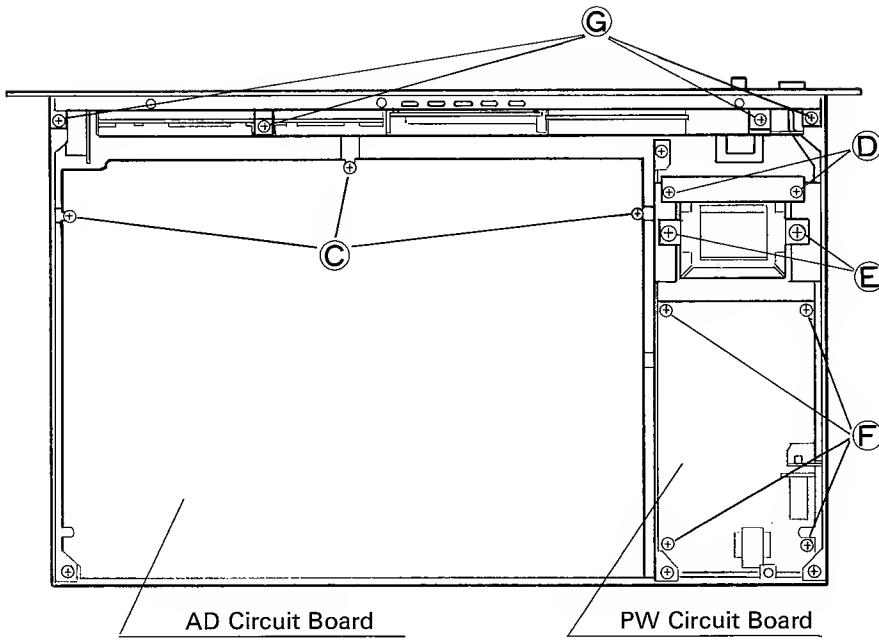

Fig. 3
(Refer to Fig. 3)
(Fig. 3 参照)
3. Removal of PW circuit board (Refer to Fig. 3)
- Remove the 2 screws ① (3×8 bind head screw). and remove the shield plate.
- Remove the 2 screws ② (4×6 bind head screw).
- Remove the 4 screws ③, (3×8 bind head screw) and take the PW circuit board out of the unit.
- Remove the 4 screws ④ (3×8 bind head screw).
- Remove the 5 screws ⑤ (3×8 bind head screw), which located on the bottom side of the unit, and take the Front panel out of the unit.
3. PWシートの取り外し方 (Fig.3参照)
- ネジ① (3×8バインド小ネジ) 2本を外しシールド板を取除きます。
- ネジ② (4×6バインド小ネジ) 2本を外します。
- ネジ③ (3×8バインド小ネジ) 4本を外しPWシートを取出します。
- ネジ④ (3×8バインド小ネジ) 4本を外します。
- 本体底部の前縁にあるネジ⑤ (3×8バインド小ネジ) 5本を外しプロントパネルを取り外します。